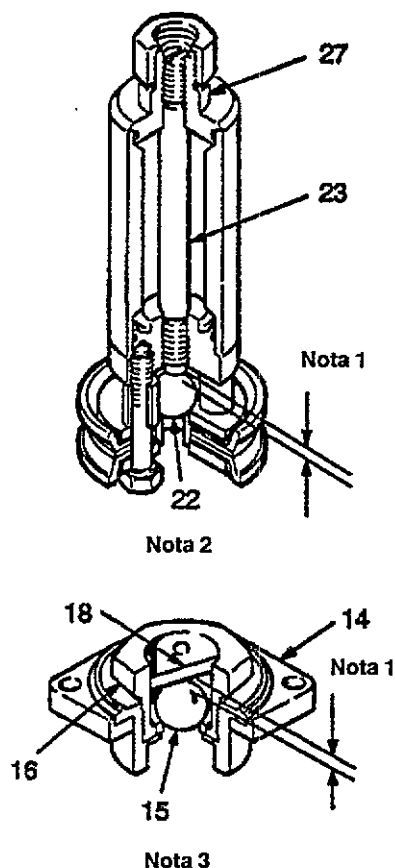

Fig. 2
Ved. Fig. 2. Le valvole del pistone del fluido e di aspirazione sono predisposte per il pompaggio di fluidi a media viscosità. Il perno di fermo della sfera (18) nella valvola di aspirazione si trova nella serie di fori inferiore. La corsa della sfera del pistone è regolata a 5,2 mm, misurando dall'estremità dello stelo del tuffante regolabile (23) alla parte superiore della sfera (22). Tale distanza equivale a quattro giri completi dello stelo (23) dalla parte superiore della sfera.
1. Nel caso in cui si pompino fluidi ad alta viscosità e la pompa funzioni in modo irregolare, smontare la pompa come illustrato a Pag. 4. Per aumentare la corsa della sfera nella valvola del pistone, serrare il pistone in una morsa, allentare la calotta superiore (27) per ridurre la tensione sullo stelo del tuffante (23) e ruotarlo in senso antiorario di due giri completi rispetto alla posizione predeterminata, oppure in misura sufficiente a regolare la corsa totale della sfera a 7,8 mm.
2. Nel caso in cui si pompino fluidi ad bassa viscosità e si formino delle fluttuazioni, smontare la pompa come illustrato a Pag. 4. Controllare che il perno (18) nella valvola di aspirazione si trovi nella serie inferiore di fori. Per ridurre la corsa della sfera nella valvola del pistone, serrare il pistone in una morsa, allentare la calotta superiore (27) per ridurre la tensione sullo stelo del tuffante (23) e ruotarlo in senso orario di due giri completi rispetto alla posizione predeterminata, oppure in misura sufficiente a regolare la corsa totale della sfera a 2,6 mm.